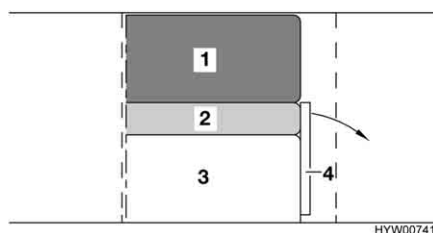

Fig. 58 Prima della trasformazione
- Sbloccare il lato anteriore del cassone letto (Fig. 58,4) dall'arresto.